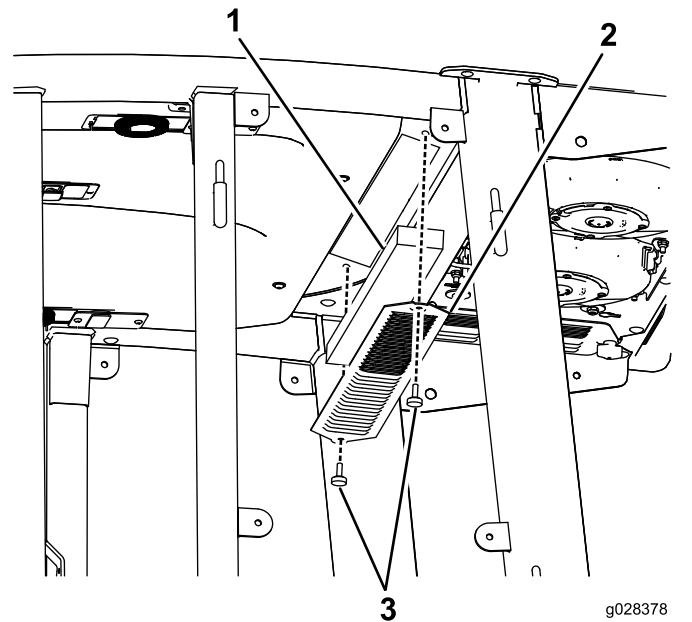
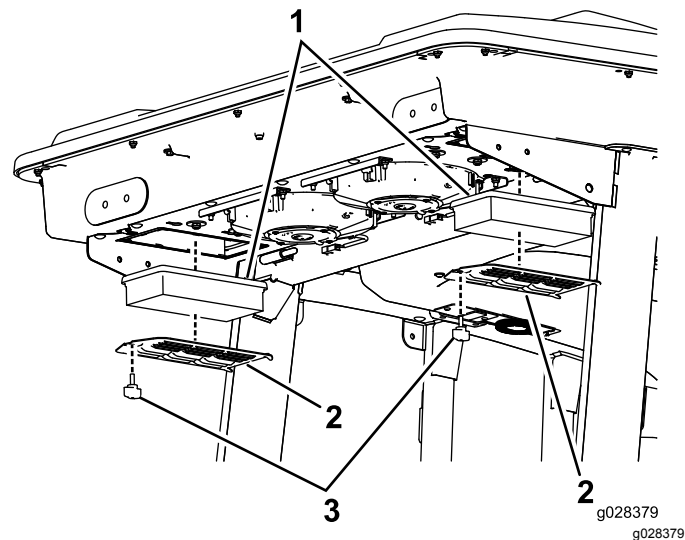
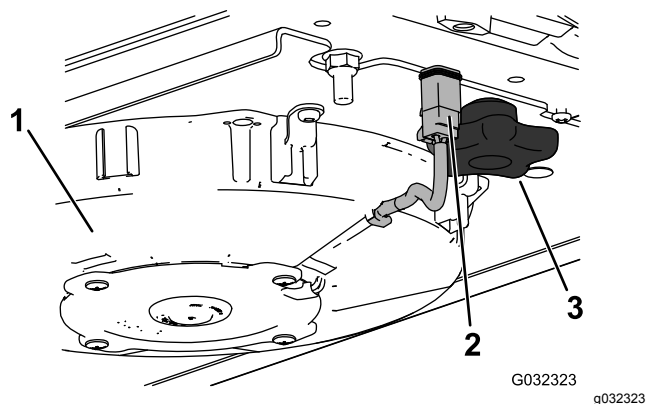
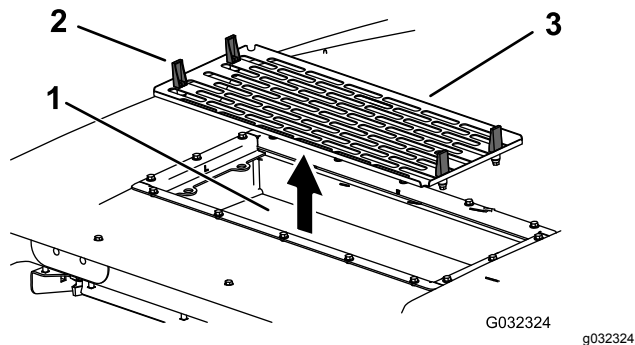

Figura 135
Figura 136
Figura 138
Figura 139
1. Remova os parafusos e as grelhas dos filtros de ar interior e traseiro da cabina (Figura 135 e Figura 136).
4. Abra as 4 linguetas do conjunto do ar condicionado e retire o filtro (Figura 139).
2. Desligue o fio para cada uma das ventoinhas (Figura 138).
5. Retire os filtros (Figura 136).
7. Instale os filtros de ar, painel e conjunto da ventoinha (Figura 136, Figura 138 e Figura 139).
8. Ligue o fio de cada uma das ventoinhas (Figura 138).